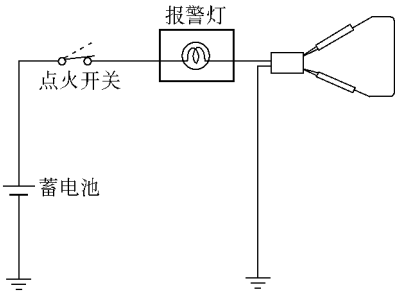

图 18-120 将点火开关置于 ON 位置
(1) 检查报警灯。从报警开关脱开接插件，并连接配线侧接插件的端子。然后拆下充电 (HARGE) 熔丝，并将点火开关置于 ON 位置，如图 18-120 所示。检查：